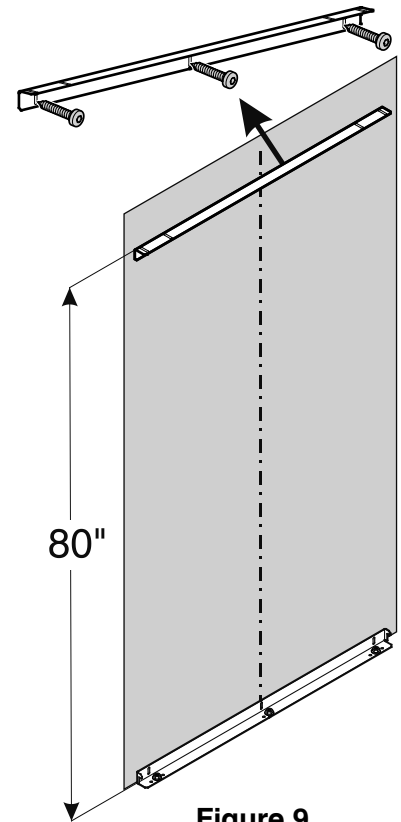

Figure 9
1. Monter l'équerre anti-bascullement fournie contre le mur à l'aide de vis 6 x 60 (Figure 9).